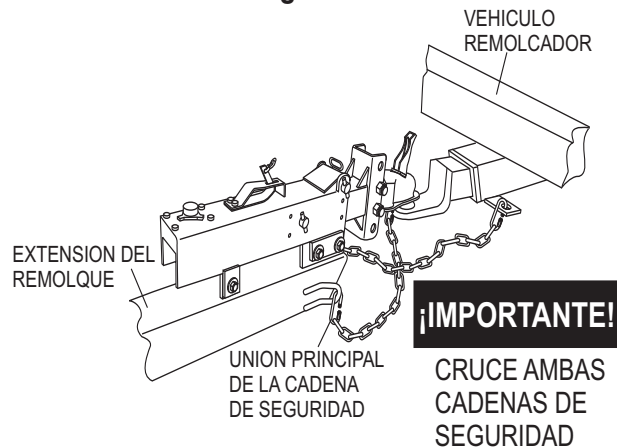

Figura 54. Colocando la cadena de seguridad a la defensa para jalar el remolque (enganche de bola)
- A. Crucen por debajo del acoplador. Consulte la Figura 54.